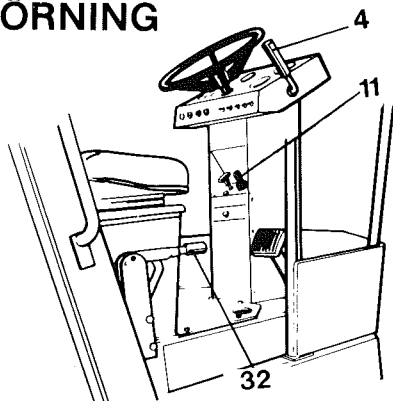

Fig 9 Förarplats
(Max.hastigheten erhålls vid fullt utslag på (4), fig 9.)
- 4 Lossa parkeringsbromsen (32), fig 9, genom att föra spaken framåt - nedåt. Varningslampan för parkeringsbromsen ska då slockna.
- 5 Vid körning på asfalt slå på bevattningsanläggningen (8), (9). (Gäller endast CA 25A.)
- 6 För fram/backspaken (4), fig 9, försiktigt framåt eller bakåt - beroende på önskad körriktning. Kontrollera först att området framför och/eller bakom välten är fritt.